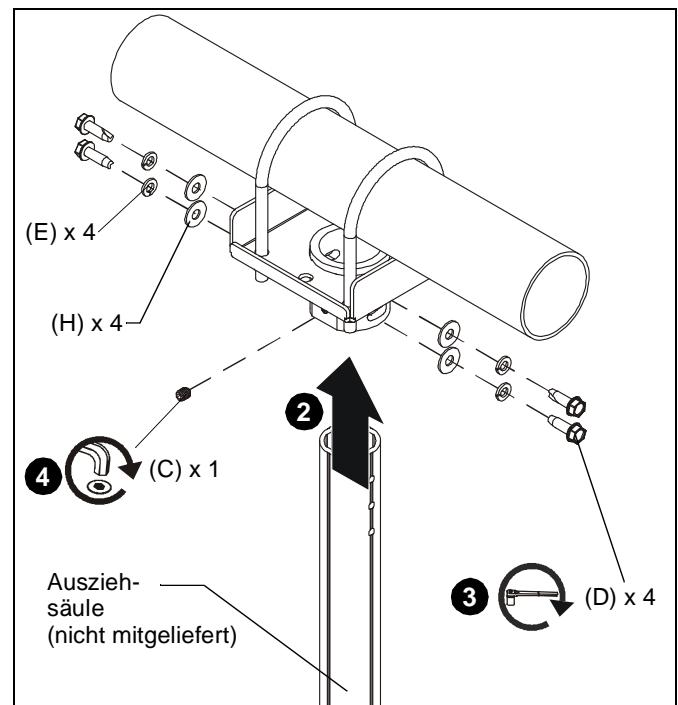

Abb. 3
3. Befestigen Sie die Ausziehsäule am CPA365, indem Sie vier selbstschneidende 5/16-18 x 1"-Sechskantschrauben (D) mit vier 5/16"-Federscheiben (E) und vier 5/16"-Unterlegscheiben (H) durch die Bohrungen in der Ausziehsäule schrauben. (Siehe Abb. 3)
4. Schrauben Sie eine 5/16" x 1/2"-Feststellschraube (C) in die Gewindebohrung und ziehen Sie sie an, bis sie fest an der Säule sitzt. (Siehe Abb. 3)